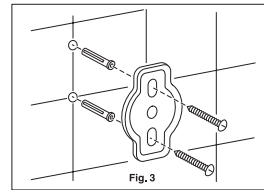

Fig. 3
- Push in the plastic anchors until flush with the wall and screw the steel mounting brackets to the wall. **Fig. 3.** Do not overtighten the mounting screws.
- Introduzca los taquetes de plástico hasta que estén a ras con la pared y atornille las placas de montaje a la pared. **Fig. 3.** No apretarlo fuertemente los tornillos de montaje.
- Enfoncez les chevilles de plastique dans le mur pour que les têtes sont à ras le mur puis vissez les fixations de métal au mur. **Fig. 3.** Ne trop serrez pas les vis de fixation.